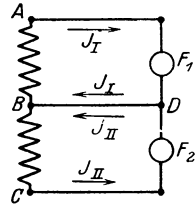

Abb. 88.
233. Die in der Wickelung AB einer Wechselstrommaschine erzeugte EMK ist gegen die in der Wickelung BC einer zweiten Maschine erzeugte um 90 Grad verschoben. Durch die Lampen F_1 bzw. F_2 fließen Ströme von 5 [8] (7) A bzw. 12 [15] (20) A. Welcher Strom fließt in der gemeinsamen Leitung BD (Abb. 88)?